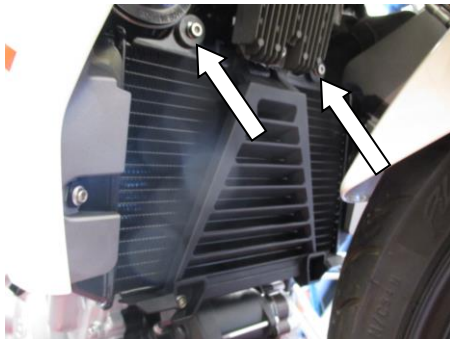

Abbildung 1
- Entfernen Sie die zwei oberen Montageschrauben, die in Abbildung 1 gekennzeichnet sind, mit einem 5mm Inbusschlüssel.